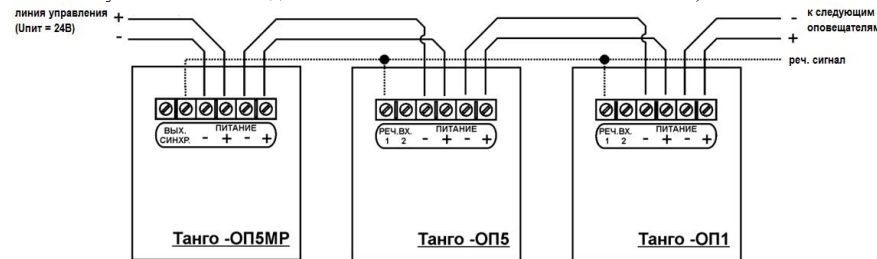

Рисунок 5 – Схема подключения линии синхронизации при трансляции фонограммы на несколько оповещателей (источник фонограммы - «Танго-ОП1-МР» или «Танго-ОП5-МР»
- Подключите вход «Реч.1(2)» оповещателей (ОП1, ОП5) к источнику речевого сигнала. При использовании нескольких речевых оповещателей, расположенных в одном помещении (группе) и использующих записанную в «Танго-ОП1-МР» или «Танго-ОП5-МР» фонограмму, соедините выход «Вых. Синхр.» ведущего оповещателя (ОП1-МР, ОП5-МР) со входами «Реч.1 (2)» всех ведомых оповещателей (ОП1, ОП5) в группе между собой (см. рисунок 5);